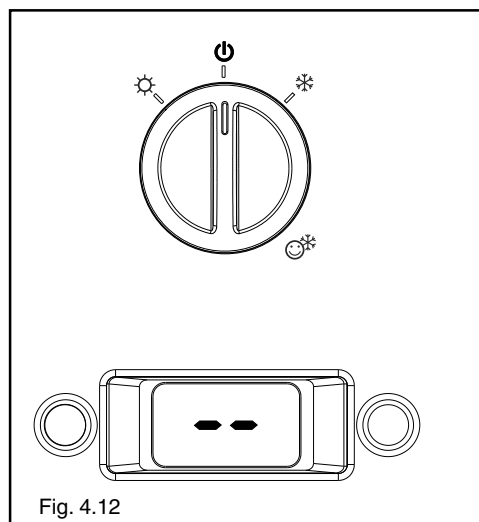

Fig. 4.12
Per ripristinare il funzionamento ruotare il selettore di funzione su "☑" (fig. 4.12) e successivamente riportarlo sulla posizione desiderata verificando che la spia luminosa rossa si sia spenta.
In condizioni normali, quando il selettore di funzione è posizionato su "☑", il visualizzatore digit indica "- -" (fig. 4.12) a meno che sia in corso la fase di antigelo (AF) oppure venga attivata la funzione analisi combustione (CO).